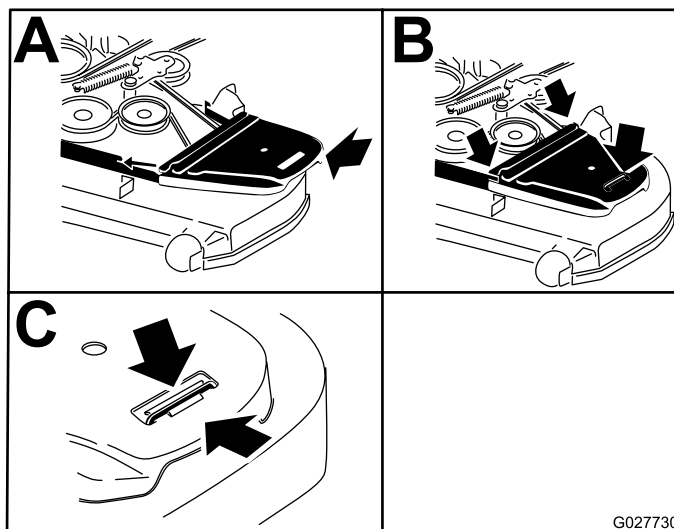

Figure 59
15. Reposez les protège-courroies (Figure 59).